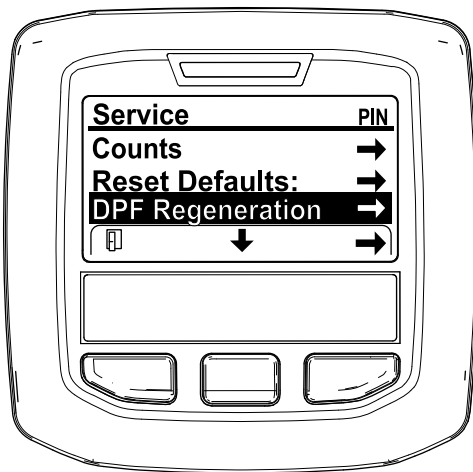

Figura 40
3. En el menú SERVICE (Servicio), pulse el botón del medio hasta que aparezcan las opciones de DPF REGENERATION (Regeneración de DPF) y pulse el botón derecho para seleccionar la opción DPF REGENERATION (Regeneración de DPF) (Figura 40).